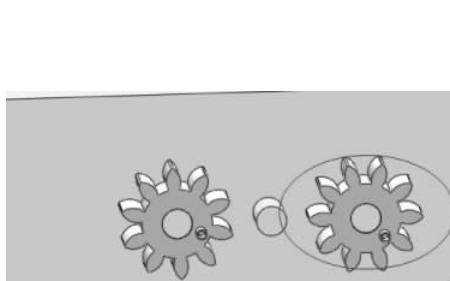

图 3-81 添加重合和同轴心配合
(4) 在另一个齿轮和支架的右侧轴之间添加相同的重合和同轴心配合,最终位置如图 3-81 所示。